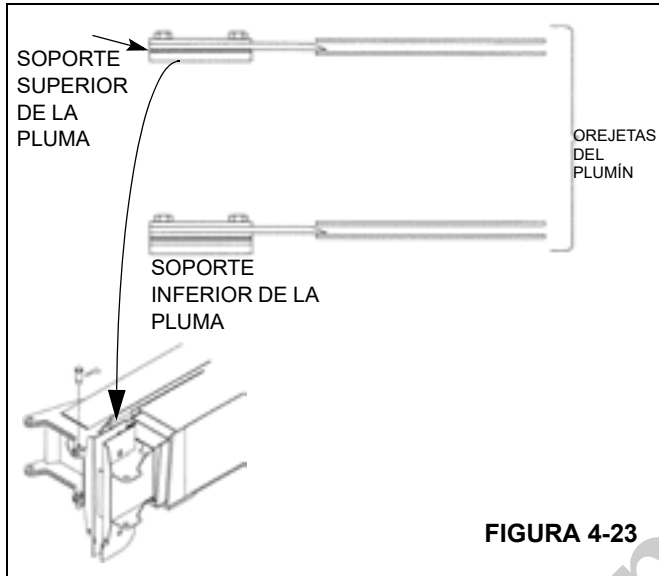

FIGURA 4-23
6. Retraiga la pluma lentamente hasta que las orejetas del plumín se encuentren a menos de 0.50 pulg (13 mm) de los conjuntos de orejetas de la primera sección de la pluma. Observe la alineación vertical de las orejetas del plumín y de los conjuntos de orejetas y añada o retire suplementos hasta que el plumín quede soportado por sus orejetas. El plumín típicamente reposa únicamente sobre el soporte superior, Figura 4-23.